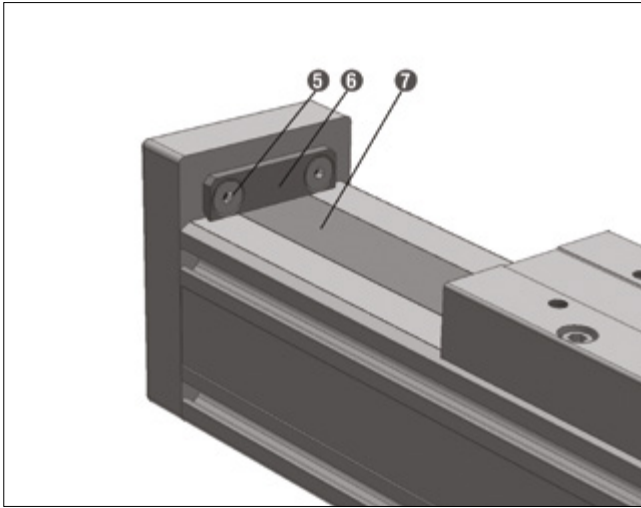
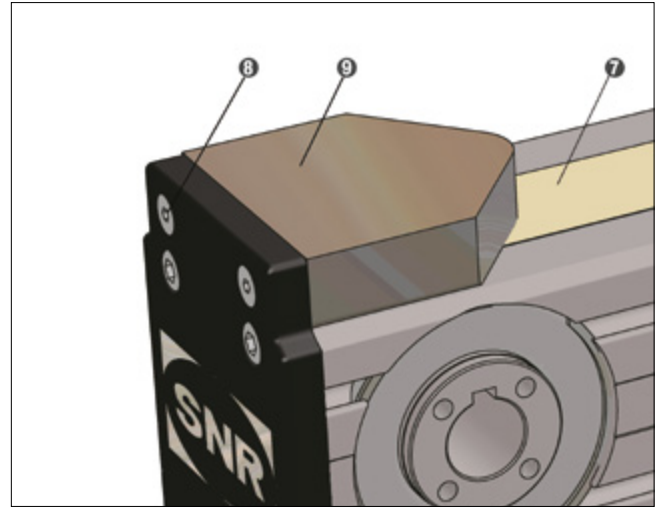

Bild 4.13 ____ Abdeckbandbefestigung Spindelachsen
Bild 4.14 ____ Abdeckbandbefestigung Zahnriemenachsen
2. Bei Linearachsen mit Spindeltrieb (Bild 4.13) die Schrauben der Bandklemmung **3** und **5** demontieren und die Bleche zur Bandklemmung **4** und **6** entfernen. Bei Linearachsen mit Zahnriemenantrieb (Bild 4.14) die Befestigungsschrauben der Endlagendämpfer **8** demontieren und die Endlagendämpfer **9** entnehmen.